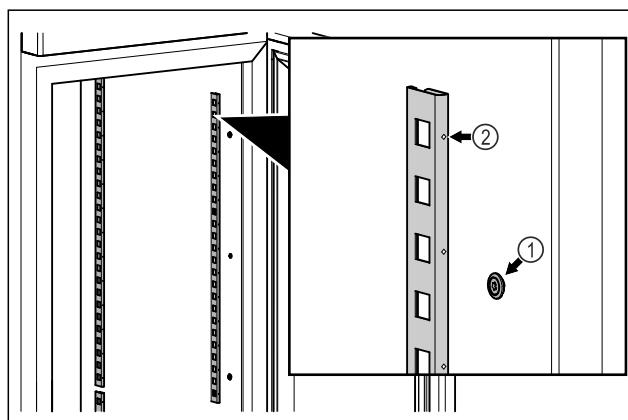

Fig. 56 Príklad zobrazenia
- Koľajničky zaveste do závesu Fig. 56 (1). Označenie Fig. 56 (2) musí ukazovať dopredu.